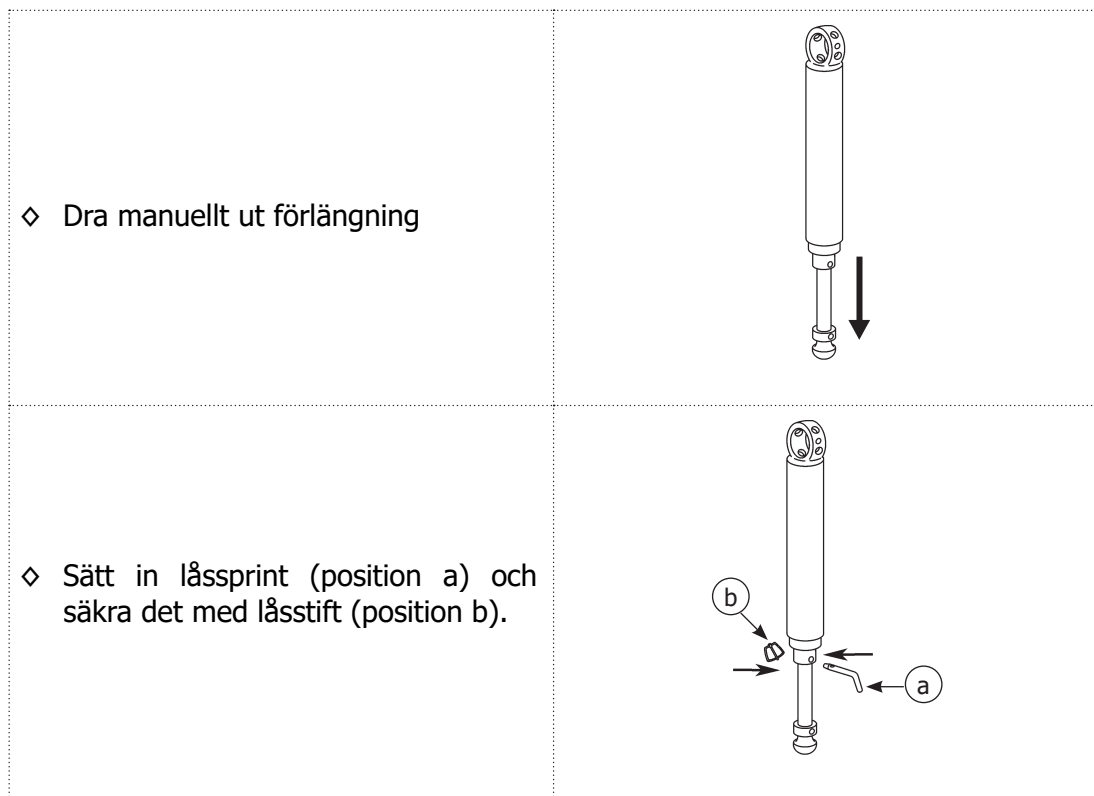

Fig. 6.2
- Vid fast monterat stödben är denna åtgärd inte nödvändig), ta bort kontrollstiftet (fig. 6.2 – position 1) och därefter låsstiftet (fig. 6.2 – position 2) från dess säte.
När låsstiftet (fig. 6.2- position 2) har tagits bort kan stödbenet falla ner (om OET inte finns monterat), vilket innebär att det finns en kvarvarande risk för krosskador för föraren och personer i närheten. För att förhindra detta kan man stötta upp benet manuellt och se till att vara utanför dess arbetsområde under denna åtgärd.